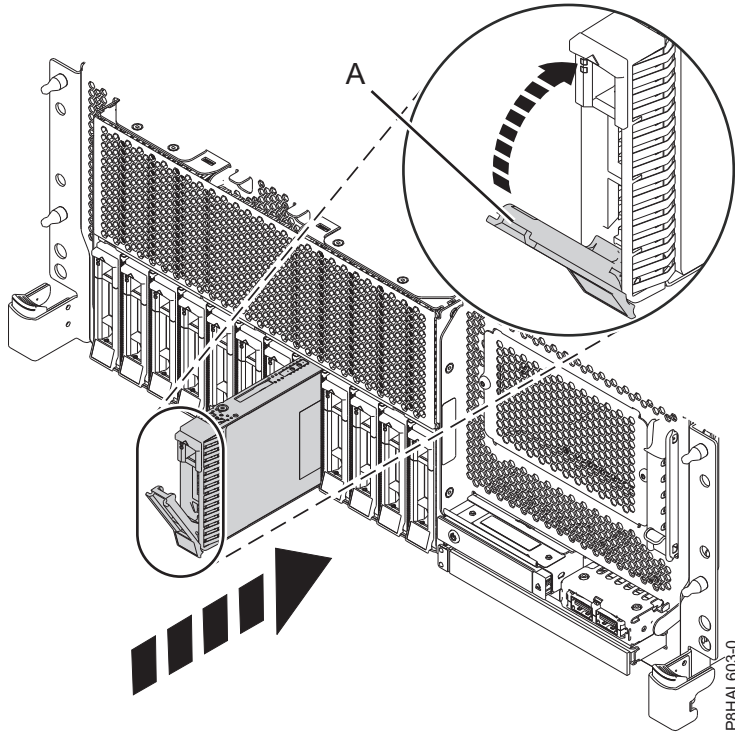

Figura 21. Instalación de una unidad de disco en un sistema de función base montado en bastidor
4. Desbloquee el asa de la bahía de unidad (**A**) ejerciendo presión y tirando de ella hacia usted. Si el asa no está extendida del todo, la unidad no entra en el sistema. Consulte la Figura 21 en la página 28, la Figura 22 en la página 28, la Figura 23 en la página 29 y la Figura 24 en la página 30.
8. Cuando el LED de identificación se encienda de manera fija, deslice la unidad hasta el fondo del sistema y empuje hacia adentro el asa de la portadora de unidad (**A**) hasta que quede encajada, como se muestra en la siguiente figura. la Figura 21 en la página 28, Figura 22 en la página 28, la Figura 23 en la página 29 y la Figura 24 en la página 30.